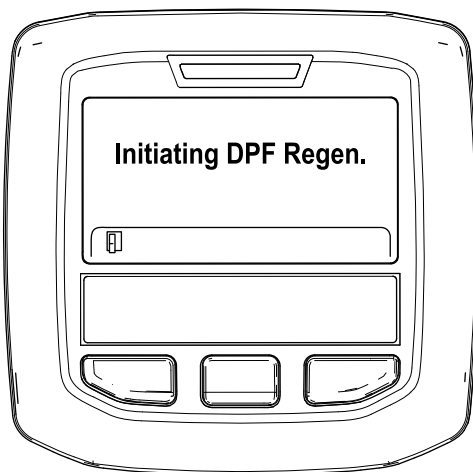

Рисунок 52
- A. Появится сообщение «Initiating DPF Regen.» («Начало регенерации DPF») (Рисунок 52).